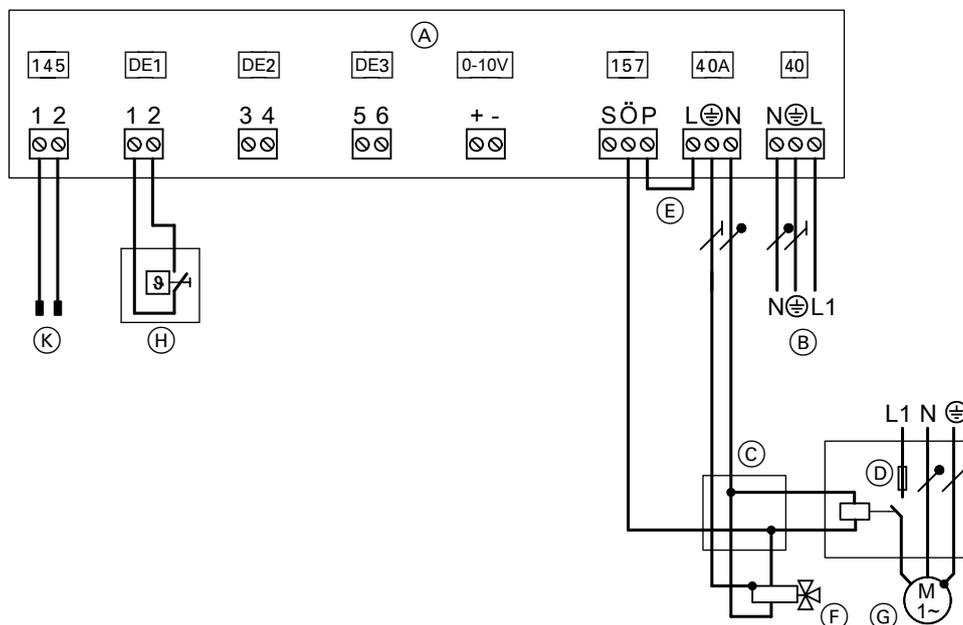

Abb. 42
- Anschlüsse an Erweiterung EA1 **nur** gemäß Abb. 42 ausführen.